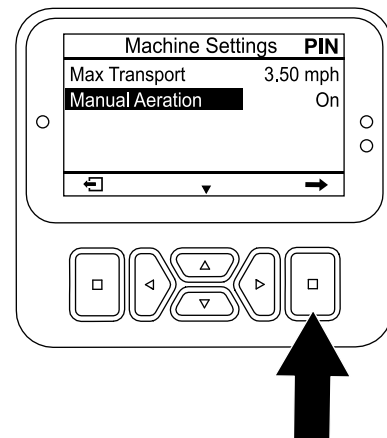

Figure 113
- Appuyez sur le bouton vers le bas jusqu'à ce que l'option MANUAL AERATION (aération manuelle) soit sélectionnée, puis appuyez sur le bouton de sélection (Figure 113) pour régler l'aération manuelle sur ON (activée).